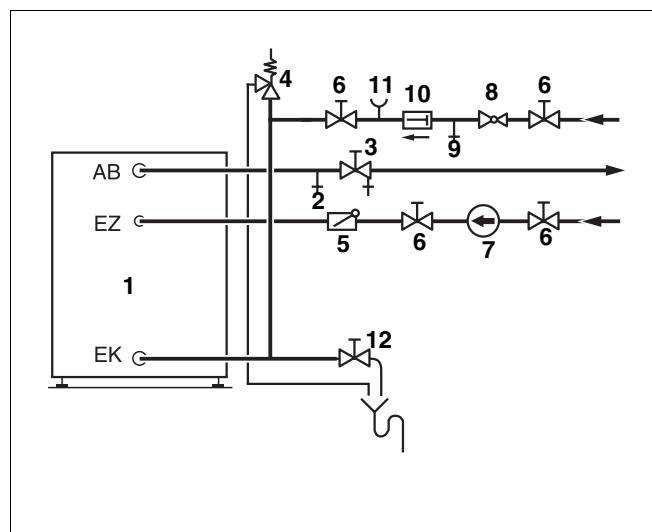

Рис. 3 Монтаж трубопроводов и арматуры
Монтаж трубопроводов и установку на них арматуры необходимо проводить в соответствии с (рис. 3), учитывая существующие нормы и правила. Все соединения на баке-накопителе должны быть резьбовыми.
- Установить вентиль для продувки и спуска воздуха в трубопровод горячей воды перед запорным вентилем (рис. 3).